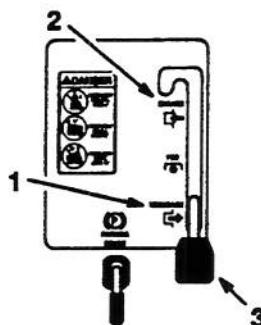

Figure 8
3. Mettre la commande de hauteur de coupe (relevage de l'unité de coupe) sur DISENGAGED (DEBRAYEE) (Fig. 8).